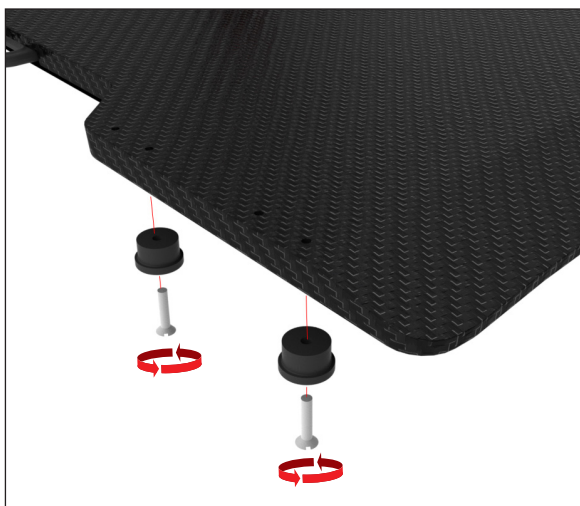

Fig. 27
1. Instale 2 discos de localização (com rebordo) em ambos os lados do dispositivo, em dois dos orifícios com uma distância de 140 mm (5,5") entre si, utilizando parafusos de $\frac{1}{4}$ 20 x 1 $\frac{1}{4}$ " (1 para cada) (Fig. 27).